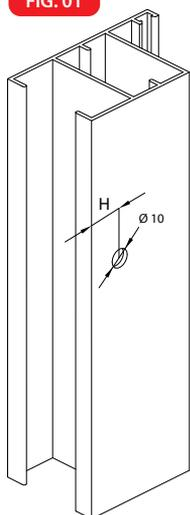

FIG. 02
4. Un ulteriore foro di diametro $\varnothing 6$ mm per il passaggio dei fili elettrici va realizzato 82 mm più in basso e 12 mm più spostato verso l'esterno dell'anta rispetto al foro $\varnothing 10$ mm precedentemente realizzato (Fig. 02). Effettuare sul profilo anta gli altri fori ritenuti necessari per il passaggio dei fili elettrici verso i contatti elettrici tra anta e telaio. A questo punto inserire il motoriduttore facendo passare i fili elettrici nei fori predisposti. Utilizzando il motoriduttore come dima, forare il profilo anta con punta $\varnothing 3$ mm facendola passare attraverso i fori per le viti sul motoriduttore, quindi fissarlo con le due viti autofilettanti in dotazione.